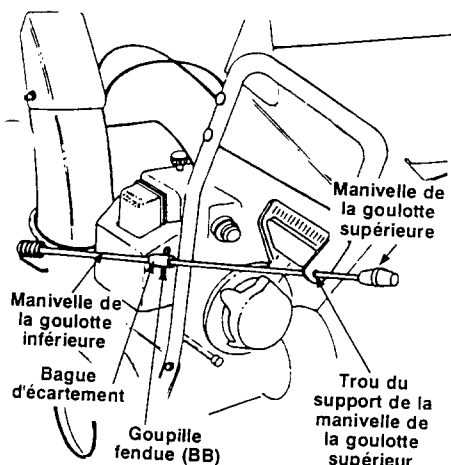

FIGURE 7
- Enfoncez la manivelle de la goulotte supérieure dans le trou du support, puis dans la bague d'écartement. Maintenez en place avec la goupille fendue (BB) (1/2 po diamètre), comme à la figure 7.